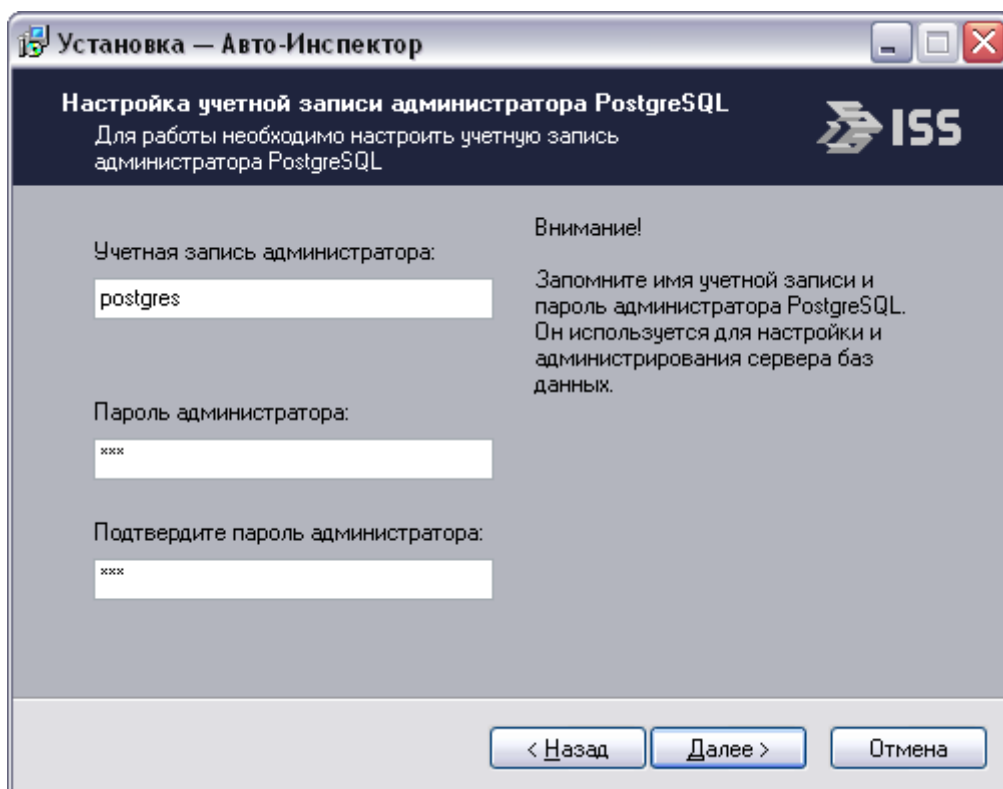

Рис. 11. Определение учетной записи администратора СУБД PostgreSQL
4. Настройте учетную запись администратора СУБД PostgreSQL (рис. 11).